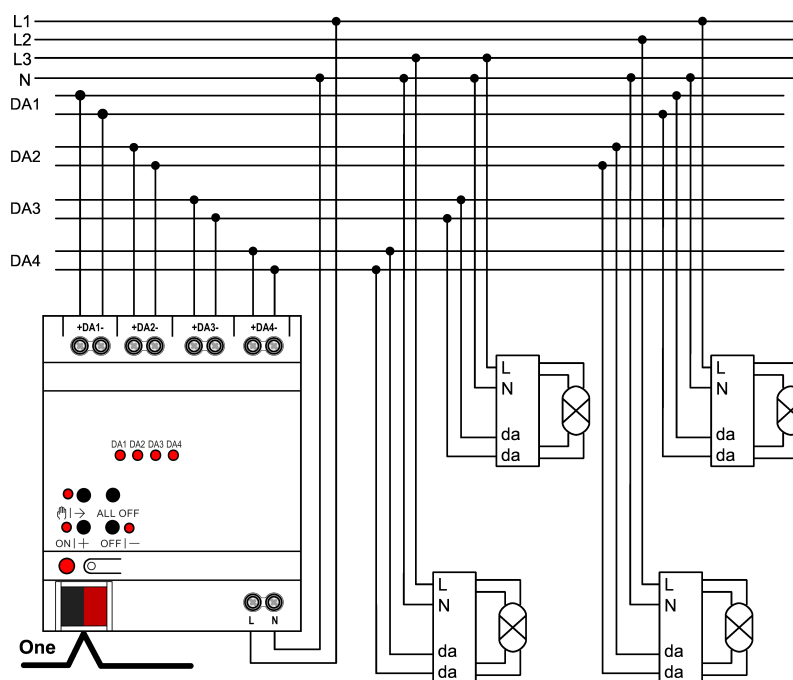

Bild 2: Anslutningsexempel
- Anslut enheten enligt anslutningsexemplet (se bild 2).